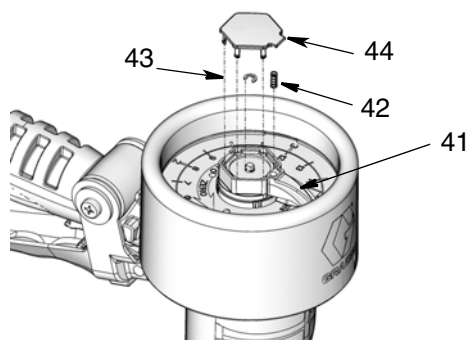

ABB. 25
6. Kleinen Haltering (43), Zeigerbügel (41) und Zeigerfeder (42) anbringen. Die Abdeckung (44) anbringen. (ABB. 25).